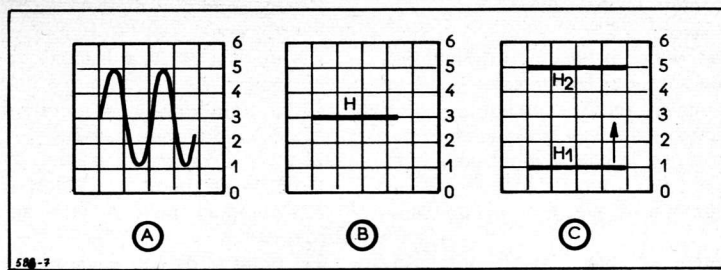

Fig. 7
En position a de I_2 , l'oscillogramme aura, par exemple une hauteur de quatre carrés et aura l'aspect de (A) figure 7. En position b de I_2 avec $E = 0$, l'oscillogramme se réduira à un trait horizontal H comme celui de (B) figure 7.
Agir sur le potentiomètre P de façon que la trace H prenne la position H_2 (figure 7 C) autrement dit qu'il y ait un déplacement de 4 divisions.